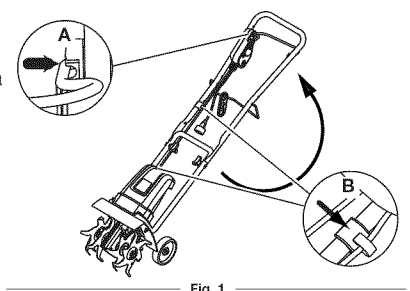

Fig. 1
- Tenez l'appareil droit et placez les poignées en position de fonctionnement (Fig. 1).
- Assurez-vous que la barre commande est bien dans l'assemblage de démarrage et d'arrêt (Fig. 1, Détail A).
- Insérez le câble de la commande de démarrage et d'arrêt dans son attaches sur la partie supérieure et les barres inférieures (Fig. 1, Détail B).